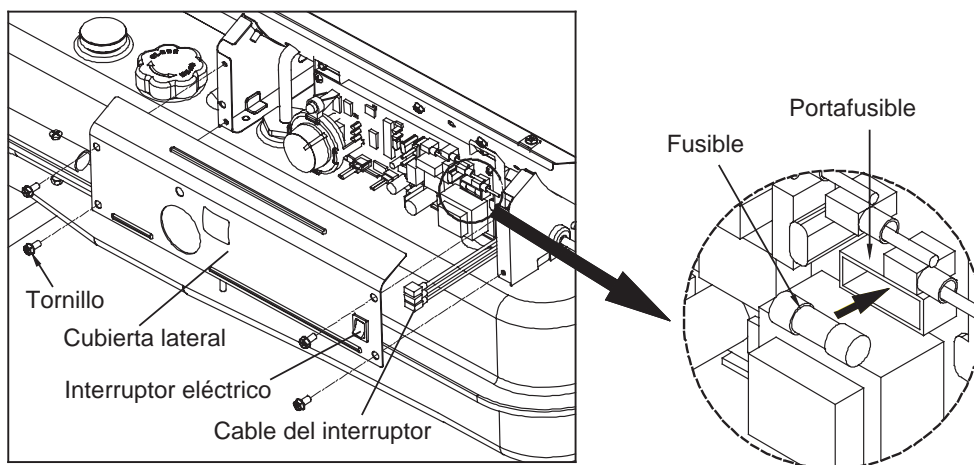

Figura 21. Cambio del fusible
4. Retire el fusible del portafusible (Ver figura 21).